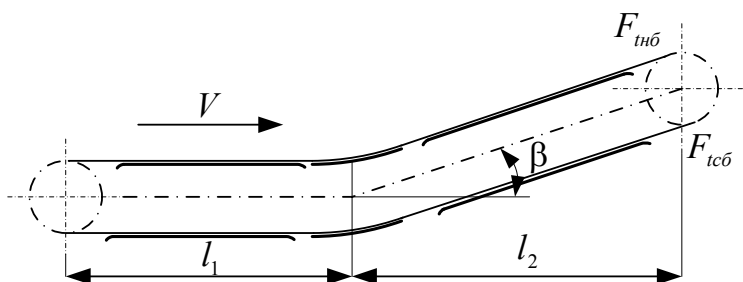

Рис. 2
2. Рассчитать пластинчатый конвейер для перемещения дробленого камня (рис. 2).